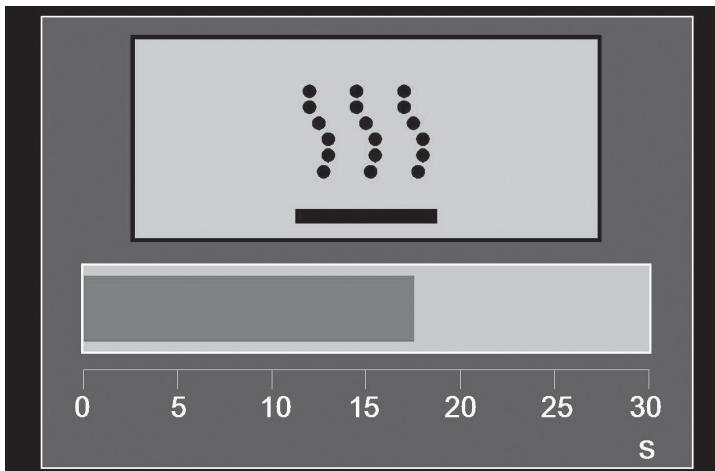

Figura 27
- Heating (Calefacción): Calefacción de la cámara de combustión. Consulte la Figura 27.